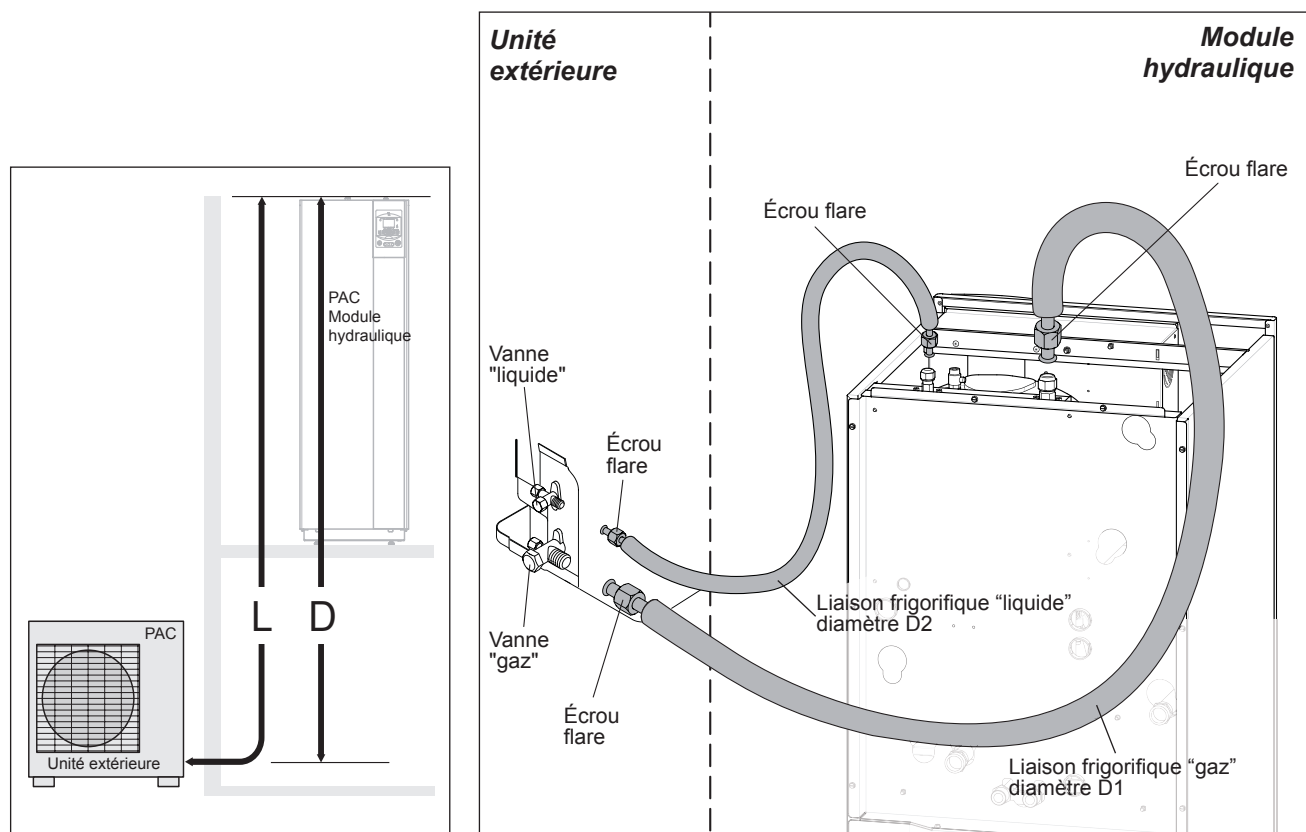

figure 16 - Raccordement des liaisons frigorifiques (diamètres et longueurs permises)
Respecter les diamètres des tuyauteries et les longueurs permises (figure 16).
- Suivant le cas, raccorder un adaptateur (réduction) 1/4"- 3/8" (voir figure 16, page 17).